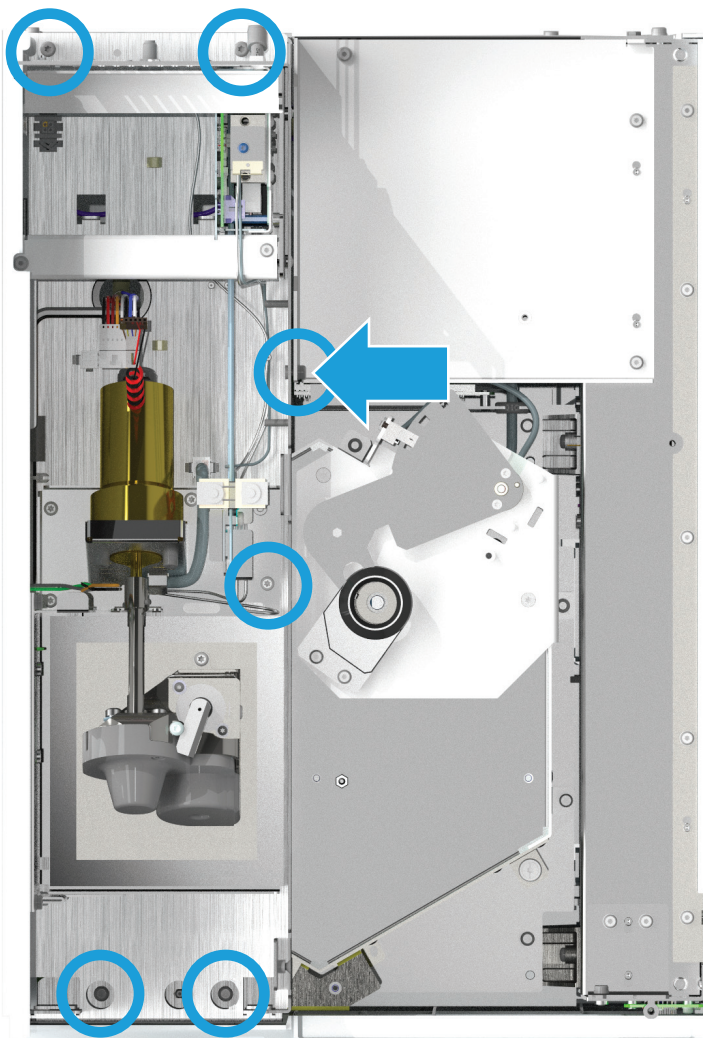

Figura 8. Afloje los tornillos que sujetan la unidad neumática
- 11 Afloje los 6 tornillos que sujetan la unidad neumática al chasis. Tenga en cuenta que hay un tornillo en el lateral de la unidad. (Figura 8).